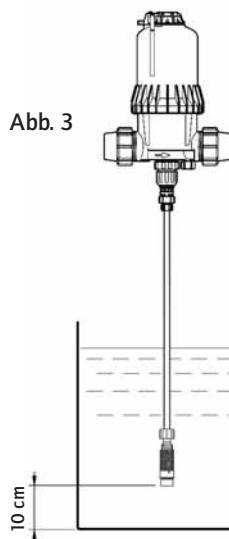

Abb. 3
**ACHTUNG !** - Den Saugkopf ungefähr 10 cm [4"] vom Boden des Lösungsbehälters entfernt lassen, damit keine nichtlöslichen Teilchen, die den Dosierkörper beschädigen könnten, angesaugt werden (Abb. 3).